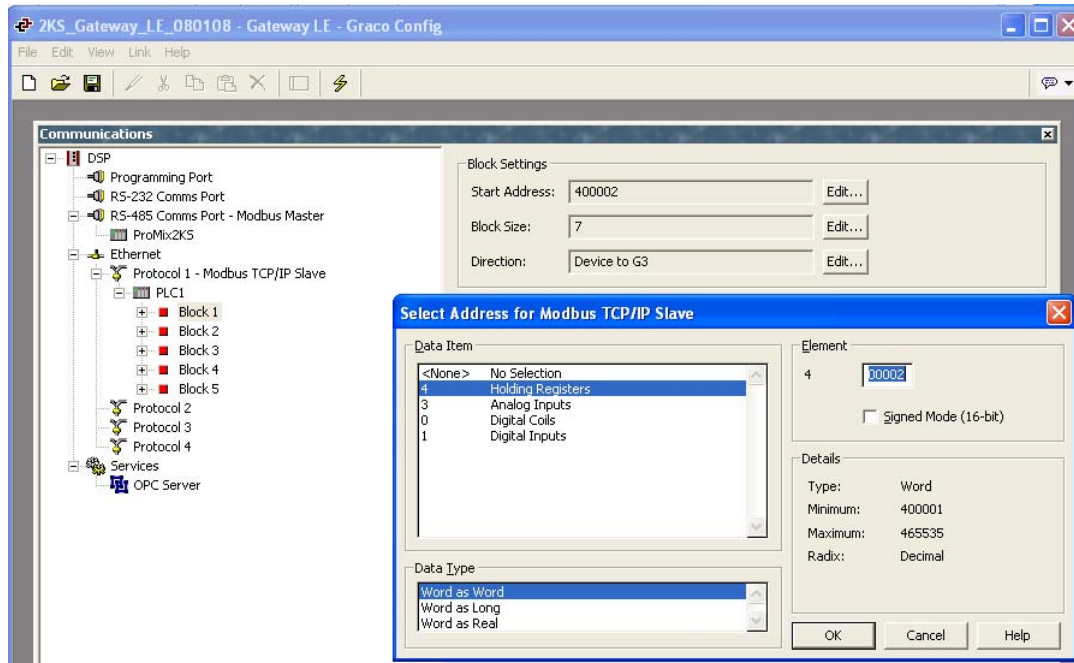

FIG. 23: Het inventariseren van Gateway blokken
1. Zie FIG. 23. Het blok voor het inventariseren van data selecteren. Klik op de Edit (Bewerken) knop naast het veld 'Start Address' (Startadres) aan de rechterzijde van het venster. Het venster 'Select Address' (Adres selecteren) wordt geopend.